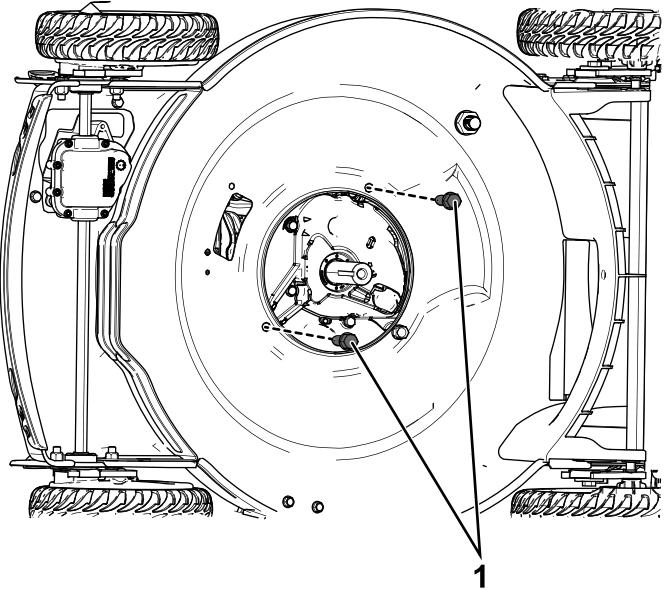

Bild 7
- Setzen Sie die zwei Motorbefestigungsschrauben ($\frac{3}{8}$ " x 1") ein und ziehen sie mit 45,2 N·m an (Bild 7).